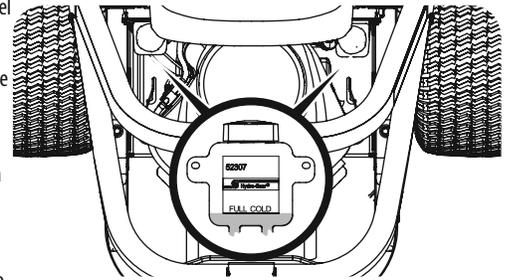

Figura 33
1. Limpie el tapón del depósito y el área que la rodea para evitar que el aceite de transmisión se contamine con partículas. Consulte la Figura 33.
2. Gire el tapón del depósito en sentido contrario al de las agujas del reloj para retirarlo, luego controle el nivel de aceite del depósito. El aceite debe ser visible en la base de la cubeta, pero el nivel del mismo NO debe estar por encima de la línea de "LLENO FRÍO". Consulte la Figura 33. NO LLENE EL DEPÓSITO.
1. Extraiga el tapón del depósito de expansión de aceite de la transmisión. Consulte la Figura 33.